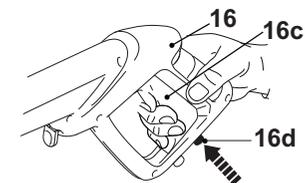

Fig. 27
4. Déverrouillez la gâchette en appuyant sur le bouton de désactivation (16d) (Fig. 27).